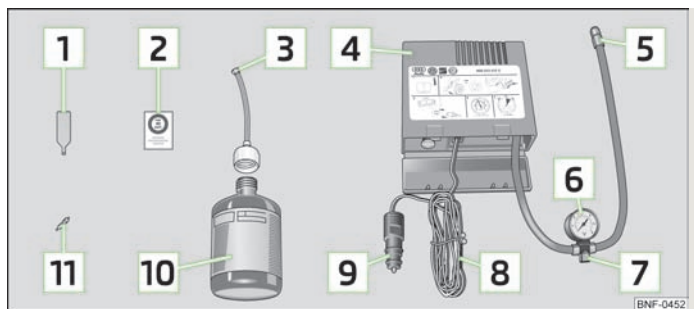

Fig. 113 Componentes integrantes do kit de reparação de pneus
- Cole o autocolante 2 » Fig. 113 no painel de bordo, dentro do campo de visão do condutor.
- Agite bem a garrafa de enchimento dos pneus 10 » Fig. 113.
- Aperte a mangueira de enchimento dos pneus **5** » Fig. 113 do compressor de ar na válvula do pneu.